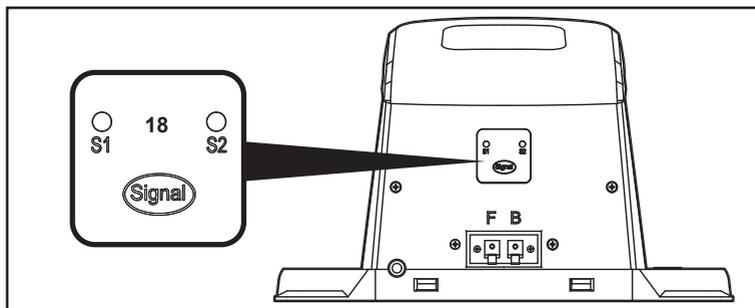

Fig. 25
- Brancher l'alimentation à découpage (20) sur une prise de courant appropriée. Une fois la station de charge sous tension, l'un des indicateurs de signal (18) s'allume en bleu (Fig. 25).